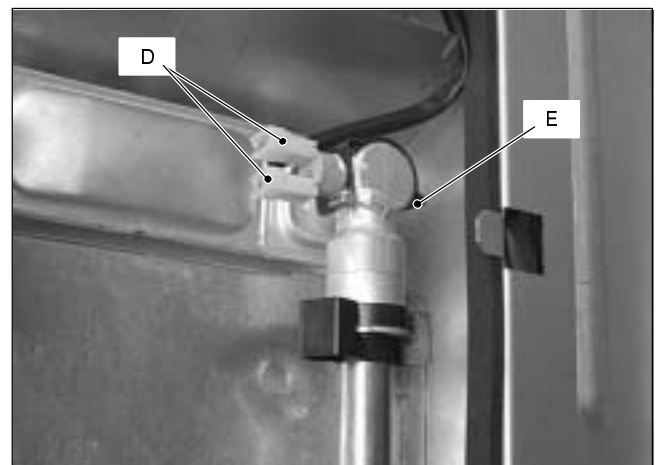

Fig. 81
- 2 Disconnect the wiring **D** (Fig. 81).